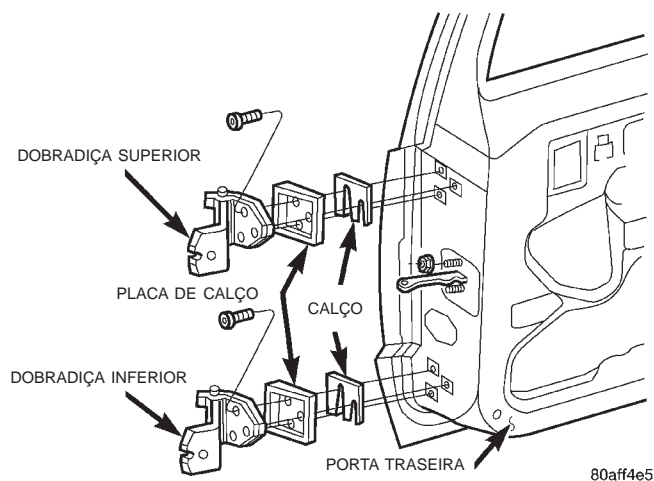

Fig. 55 Dobradiça da Porta Traseira
(1) Remova o pino de retenção do limitador da porta.
(2) Com a porta traseira fechada e a porta dianteira aberta, remova com um punção o pino e a bucha da dobradiça da porta.
(3) Remova os parafusos que prendem a dobradiça à porta (Fig. 55).
(4) Separe a dobradiça da porta.